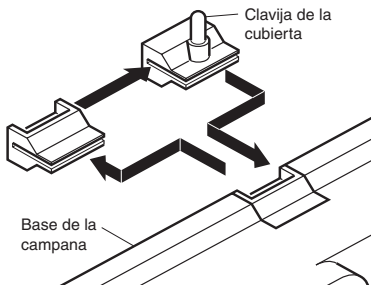

Figura 7
- **Tapa colgante:** Antes de montar la base de la campana a la pared, deslice hacia fuera de la base al sujetador de la tapa de la parte superior de esta base. Voltee el sujetador de modo que la clavija del sujetador sobresalga por encima de la base. Deslice el sujetador de la tapa hacia la base (vea la Figura 7). Cuelgue la tapa en la clavija del sujetador.